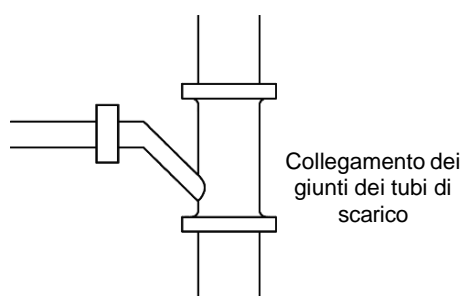

Fig. 4.3.6
- (6) Installare un sifone per ciascuna unità
(7) Prevedere punto di ispezione per il sifone
- (8) Un tubo orizzontale può essere collegato a un tubo verticale sullo stesso livello; selezionare la modalità di giunzione tra quelle illustrate a seguire.
- ① : Collegamento dei giunti dei tubi di scarico (Fig. 4.3.6)